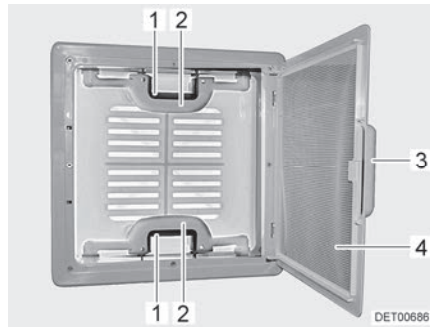

Bild 50 Taklucka med snäpplås
- Drag i handtaget (Bild 50,3).
- Fäll ned insektsskyddet (Bild 50,4).
- Tryck snäpplåset (Bild 50,1) mot takluckans insida. Tryck samtidigt takluckan uppåt med handtaget (Bild 50,2).
- Fäll upp insektsskyddet (Bild 50,4) så att det hakar i.
- Drag kraftigt ner takluckan med hjälp av båda handtagen (Bild 50,2) så långt, att snäpplåsen (Bild 50,1) går i lås.